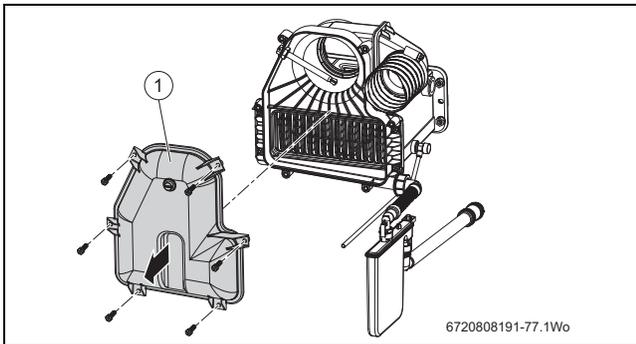

Fig. 69 Accès à l'échangeur thermique secondaire
- Remonter le couvercle d'accès au collecteur de la conduite d'évacuation des fumées [1], fig. 69, page 41 et fixer avec les vis.